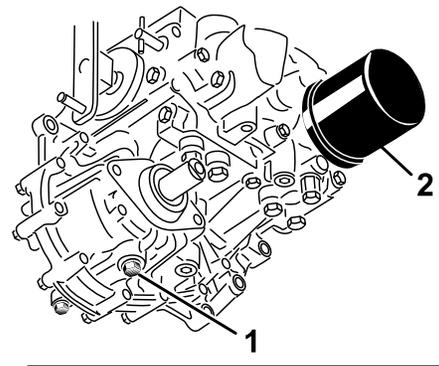

Bild 63
- Stellen Sie eine große Wanne unter den Hydraulikbehälter und das Getriebe und nehmen Sie die Schrauben ab. Lassen Sie die Hydraulikflüssigkeit ablaufen (Bild 63).
- Reinigen Sie den Bereich um den Hydraulikölfilter und nehmen Sie den Filter ab (Bild 63).